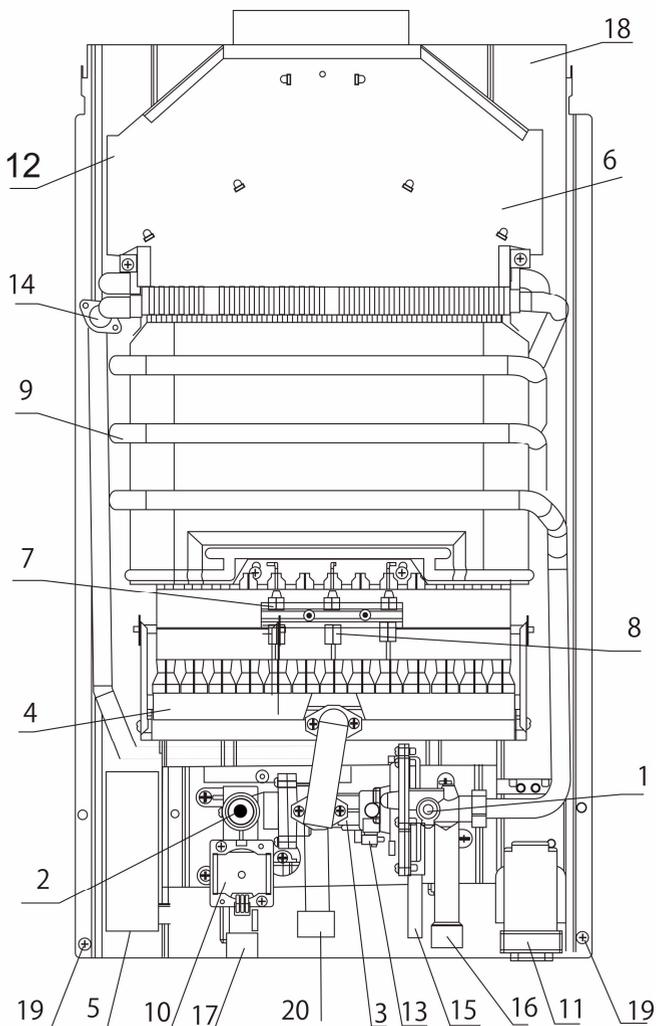
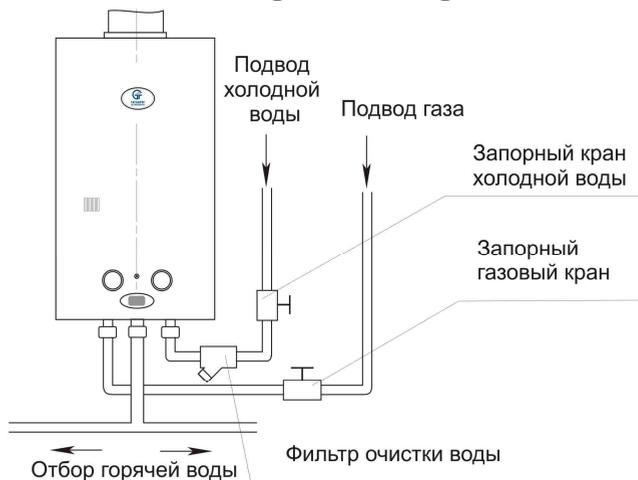

Рис. 4.2 – Внешний вид водонагревателя без облицовки
Рис. 5.5 – Схема подключения водонагревателя
4.2 Внешний вид водонагревателя без облицовки показан на рис.4.2
5.5 Схема подключения водонагревателя приведена на рис. 5.5
5.8 Подключение холодной, горячей воды и газа следует выполнять, руководствуясь рис.4.1, рис.4.2 и рис.5.5
- для регулировки расхода горячей воды нужно использовать ручку 1, рис.5.5 или кран отбора горячей воды;
- для регулировки температуры воды следует использовать ручку 2, рис.5.5.